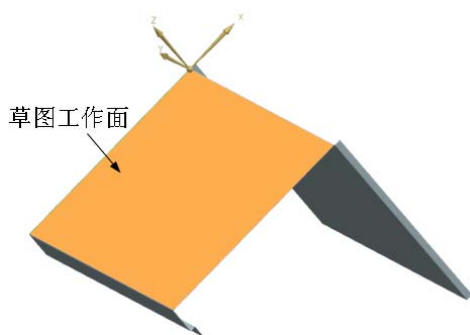

图 11-23 选择草图工作面
(2) 在“法向除料”对话框中, 单击“绘制截面”按钮 , 打开“创建草图”对话框, “平面方法”选择“现有平面”。在视图区选择草图工作平面, 如图 11-23 所示。